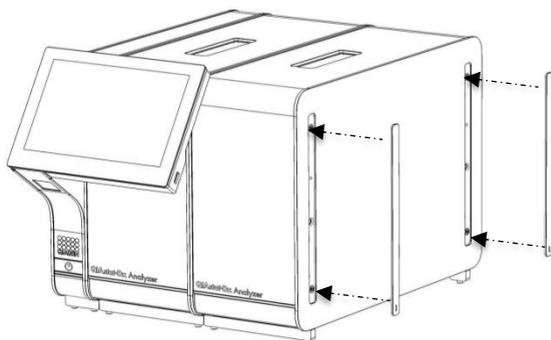

Figura 14. Recolocando as coberturas de proteção no Módulo analítico adicional.
5. Volte a fixar as coberturas de proteção na parte lateral do Módulo analítico adicional (Figura 14).